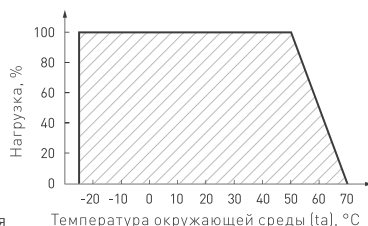

Рис. 7. Максимальная допустимая нагрузка, % от мощности источника
- температура окружающего воздуха от -25 до $+50$ °C (см. рис. 7);
- 4.4. Не нагружайте источник питания более чем на 80% от его максимальной мощности. Учитывайте, что с повышением температуры окружающей среды максимальная мощность источника питания снижается (см. график зависимости максимальной допустимой нагрузки от температуры окружающей среды, показанный на рис. 7).